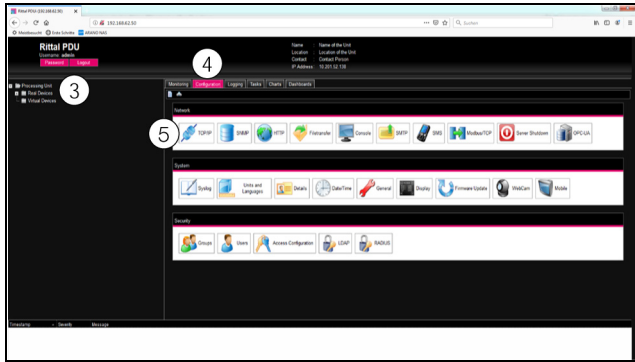

Imagen 35: Adaptación de los ajustes TCP/IP
- Haga clic sobre el botón «Login», para mostrar la página web del equipo. Se mostrará la ventana de menú del equipo (cf. imagen 35).
- Haga clic sobre el botón Login, para mostrar la página web del equipo. Se mostrará la ventana de menú del equipo (imagen 35).
- Haga clic en la parte izquierda de la ventana (zona de navegación) sobre la entrada **Processing Unit** (imagen 35, pos. 3) y en la parte derecha (zona de configuración) sobre la pestaña **Configuration** (imagen 35, pos. 4).
- Haga clic en el marco de grupo **Network** sobre el botón **TCP/IP** (imagen 35, pos. 5).